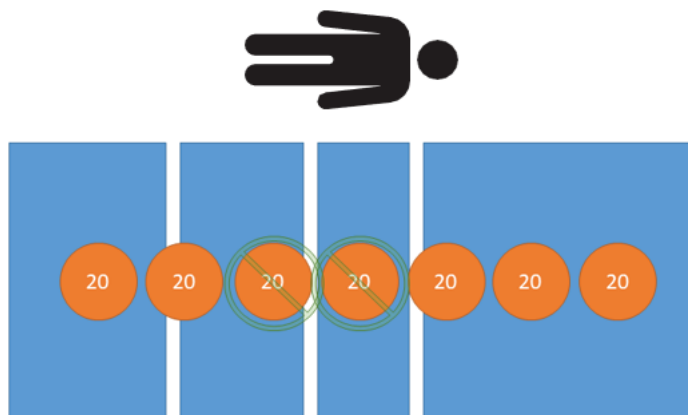

Figura 30 – Ensaio de tara - 100 kg líquidos
5. Utilizando pesos calibrados, coloque 100 kg no produto (Figura 30).
9. Utilizando pesos calibrados, coloque 100 kg no produto (Figura 30).